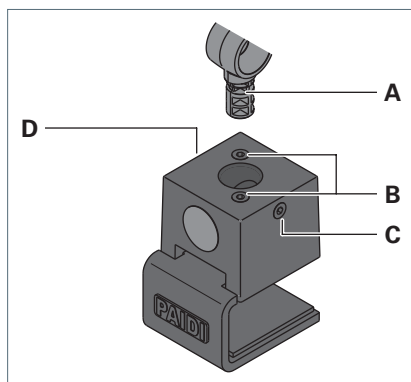

Fig. 1: Montage du luminaire.
- Fixez la pince de fixation sur la surface de montage à l'aide des vis **B**, voir Fig. 1.